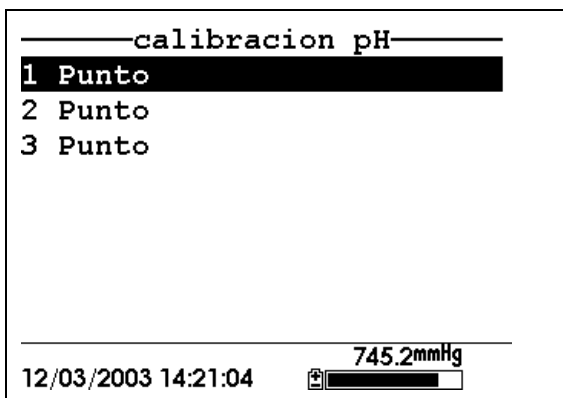

Imagen 6.12 Pantalla de Calibración de pH
- 17.** Presione **Enter**. Esto le devuelve a la pantalla de Calibración de pH. Ver Imagen 6.12 .